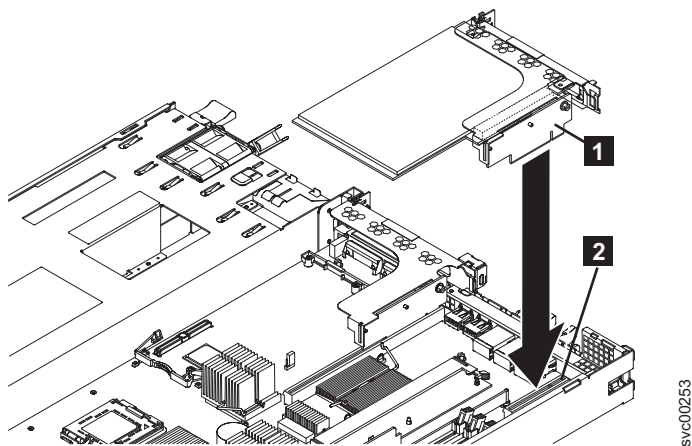

図 212. ファイバー・チャネル・ライザー・カード・アセンブリーの交換
5. 280 ページの図 212 に示すように、ファイバー・チャンネル・アダプターのライザー・カード・コネクタとシステム・ボード上のコネクタの位置を合わせます。